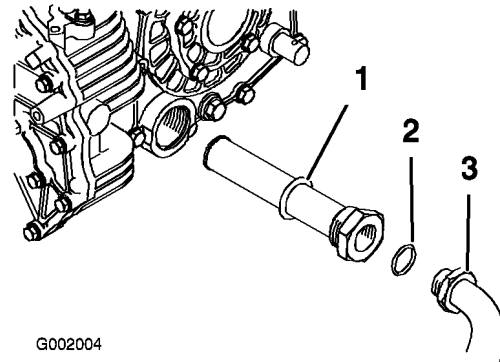

Figura 68
5. Togliete il flessibile idraulico e il connettore a 90° (Figura 68).